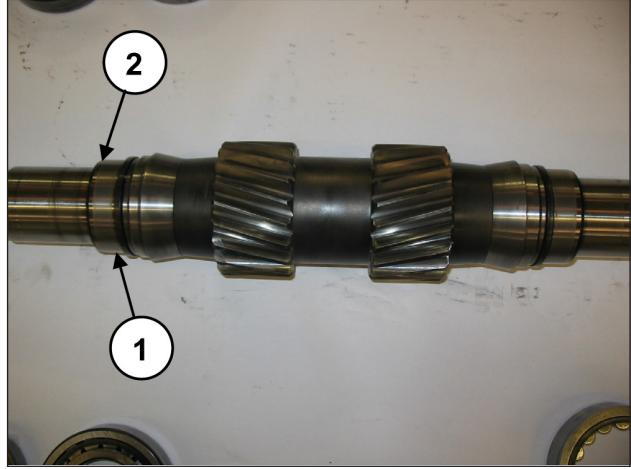

图 33
从PTO轴上拆下内轴承环（位置①，图 33）和两个内轴承垫片（位置②，图 33）。